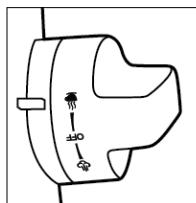

Figura 7
2. Encufe la máquina y gire la perilla de control en el lado izquierdo de la máquina para colar (Figura 7).